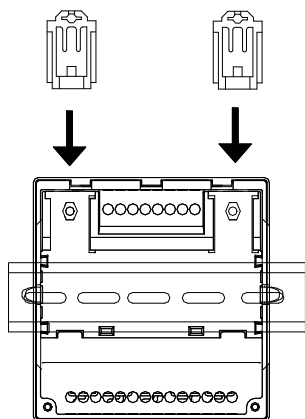
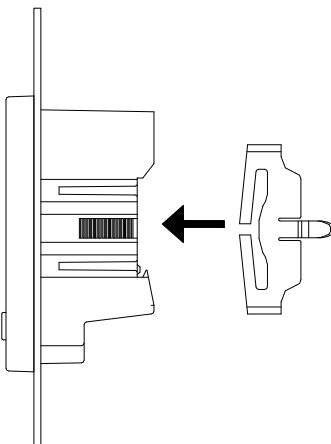

图2 探测器导轨安装方式
图3 探测器嵌入式安装方式
2、探测器可采用导轨式安装方式，采用标准 35mm 导轨安装。如图 2 所示。也可以采用嵌入式安装，如图 3 所示。